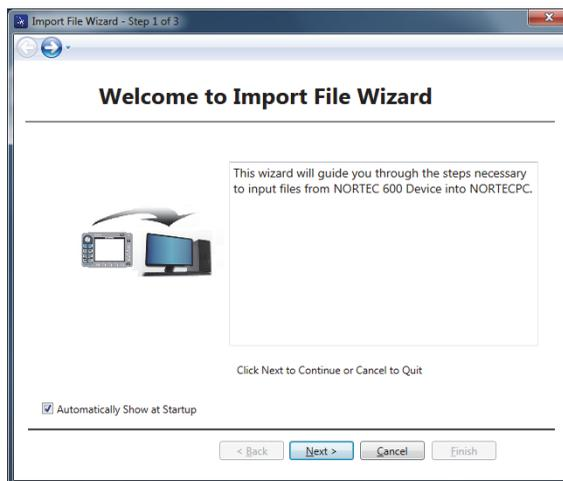

Рис. 6-1 Диалоговое окно Мастера импорта данных
1. Нажмите **Next** (След.) для начала импорта файлов (см. Рис. 6-1 на стр. 318).